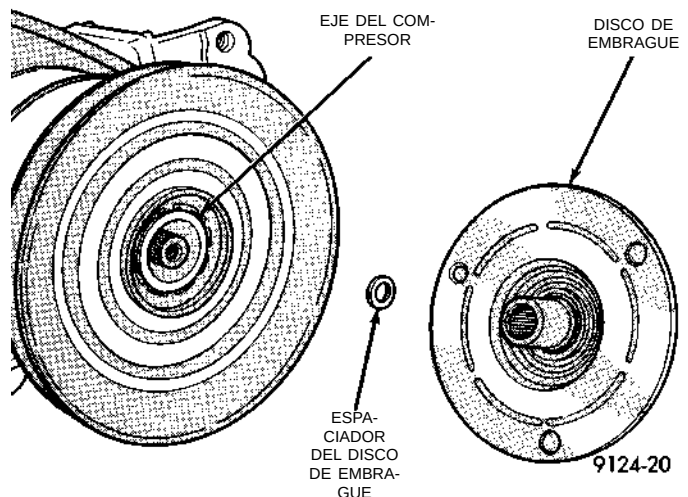

Fig. 24 Disco de embrague y espaciador/es
- (2) Golpee suavemente el disco de embrague con un martillo plástico y retire el mismo junto con el o los espaciadores (Fig. 24).